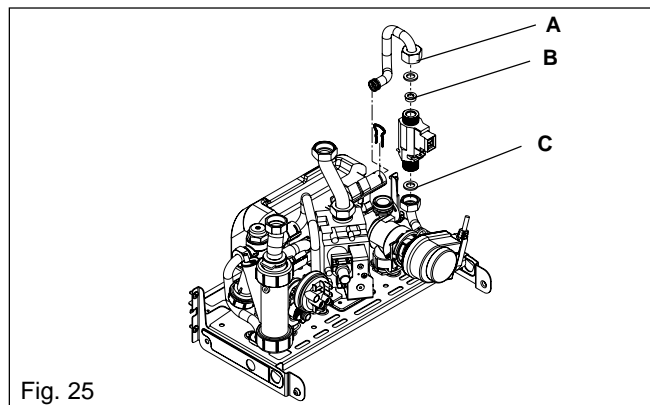

Fig. 25
**6.19 FLOW RESTRICTOR fig. 25**
**6.20 DHW FLOW SWITCH fig. 25**